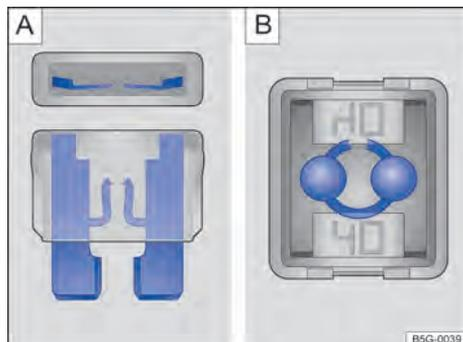

Fig. 194 Fusible quemado: **A**) fusible plano, **B**) fusible de bloqueo.
- Un *fusible plano* (ATO®, MINI®) quemado es reconocido desde arriba o desde el costado por la carcasa transparente en las bandas metálicas derretidas → fig. 194 **A**).
- Un *fusible de bloqueo* (JCASE®) quemado es reconocido por las bandas metálicas derretidas desde arriba de la carcasa transparente → fig. 194 **B**).